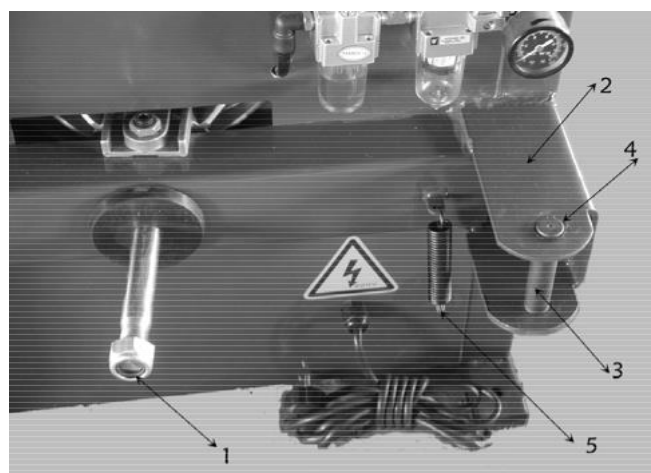

Fig 4-5
Lösen Sie die Sicherungsmutter (1) Fig 4-5 am vorderen Ende des Zylinders vom Abdrücker. Nutzen Sie eine Federzange, um den Haltering am Abdrückerarm zu entfernen. Entfernen Sie den Pin (3) und befestigen Sie die Feder (5) wie in Fig 4-5 gezeigt.